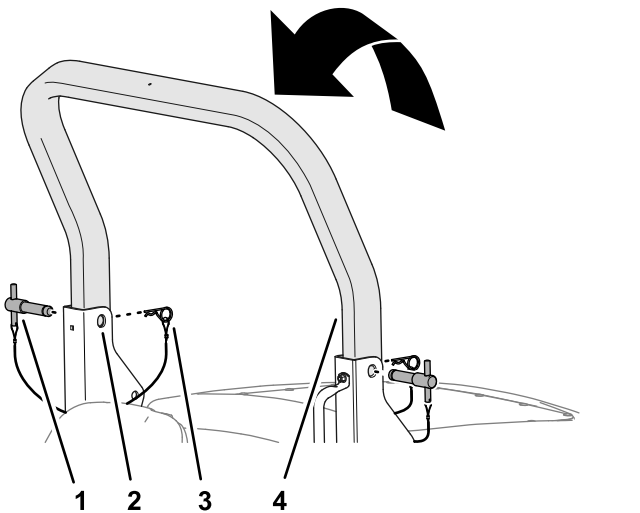

Figura 29
5. Fije los pasadores de la barra antivuelco a los soportes de giro con las chavetas (Figura 29).
3. Eleve la barra antivuelco superior hasta que los taladros en la barra antivuelco se alineen con los soportes de giro (Figura 29).
4. Inserte los pasadores de la barra antivuelco a través de los taladros superiores de los soportes de giro y la barra antivuelco superior (Figura 29).